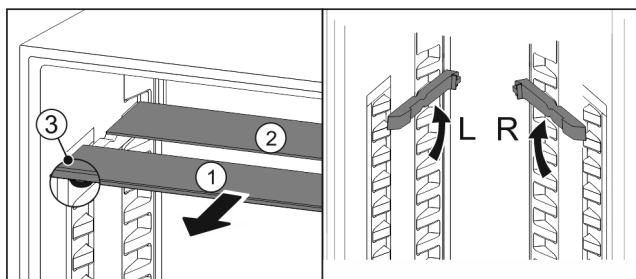

Fig. 129
- ▶ Wyciągnąć Fig. 129 (1) pojedynczo półki szklane do przodu.
- ▶ Płyta szklana Fig. 129 (1) z listwą ozdobną znajduje się z przodu.
- ▶ Stopery Fig. 129 (3) wskazują w dół.